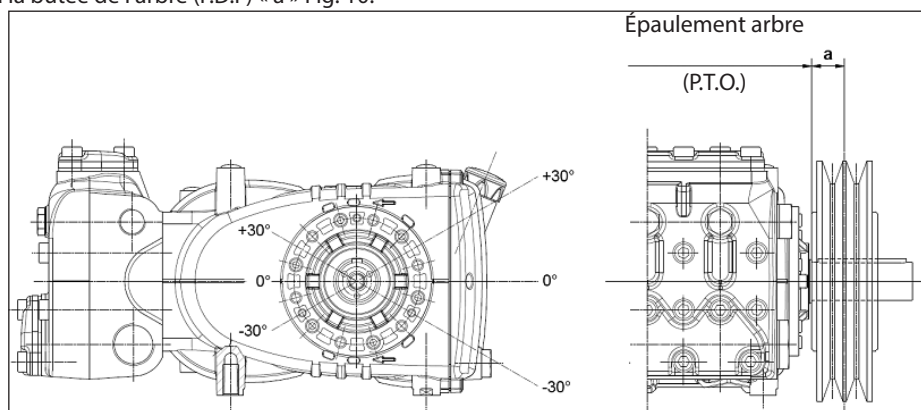

Fig. 10
La charge radiale sur l'arbre ne doit pas être supérieure à 3000 N (valeur nécessaire pour la définition du schéma). La transmission est considérée comme adéquate si cette charge est appliquée à une distance maximale de ≈ 30 mm de la butée de l'arbre (P.D.F) comme indiqué Fig. 10.
- b) Utiliser des courroies à haut rendement - par exemple **XPB** au lieu de **SPB** - car il sera nécessaire d'avoir une quantité inférieure de courroies égales à la puissance transmise et par conséquent une distance inférieure de la résultante par rapport à la butée de l'arbre (P.D.F) « a » Fig. 10.